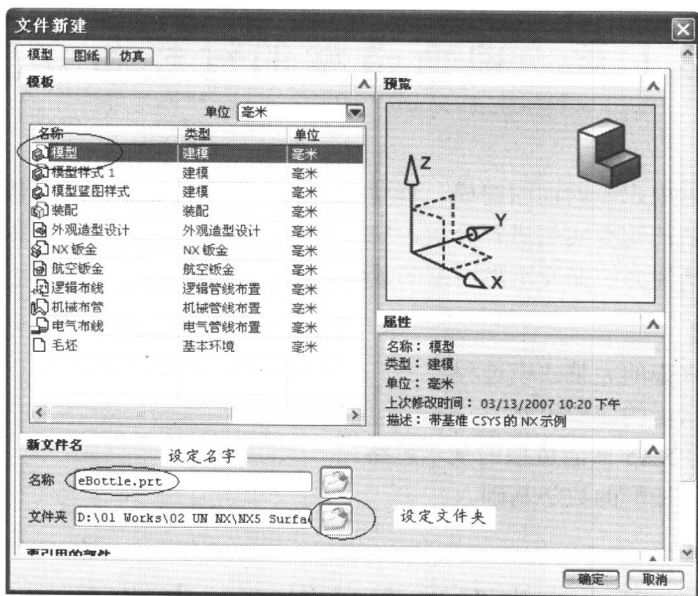

图 1-2
(1) 启动 UG NX5 软件，调用【新建 】功能，在【文件新建】对话框中选择“模型”类型，在“名称”输入栏中设定文件的名称，例如 eBottle.prt，在“文件夹”输入栏中，单击后面的按钮，设定一个存放的文件夹，如图 1-2 所示。